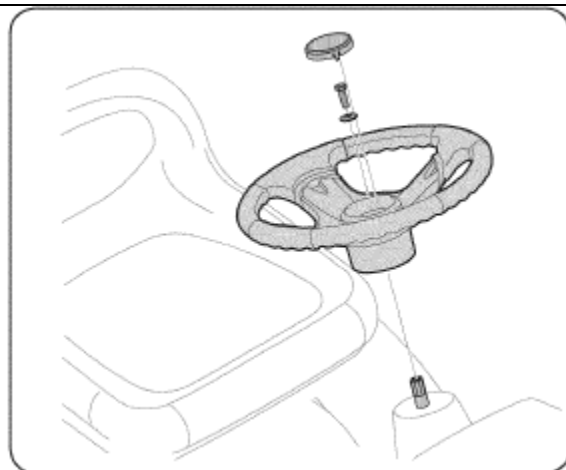

Рис.3
2. Поместите шайбу (выемкой вниз) поверх руля и зафиксируйте шестигранным болтом. См. Рис. 3.